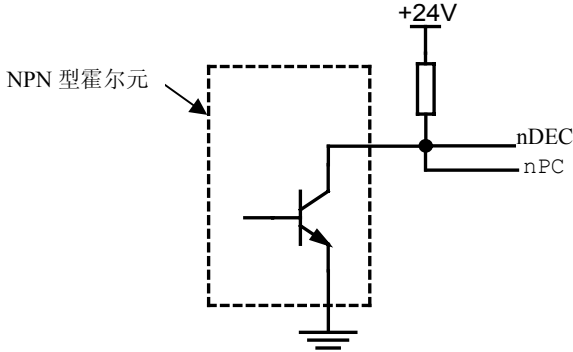

图 2-9 用 NPN 型霍尔元件的连接
b) 用一个 NPN 型霍尔元件既做减速信号又做零点信号时的连接方法如下图 2-9 所示：